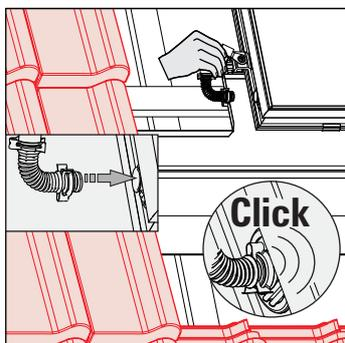

Fig. 3-31 Fase di lavoro 2
2. Montare i raccordi (fig. 3-31).